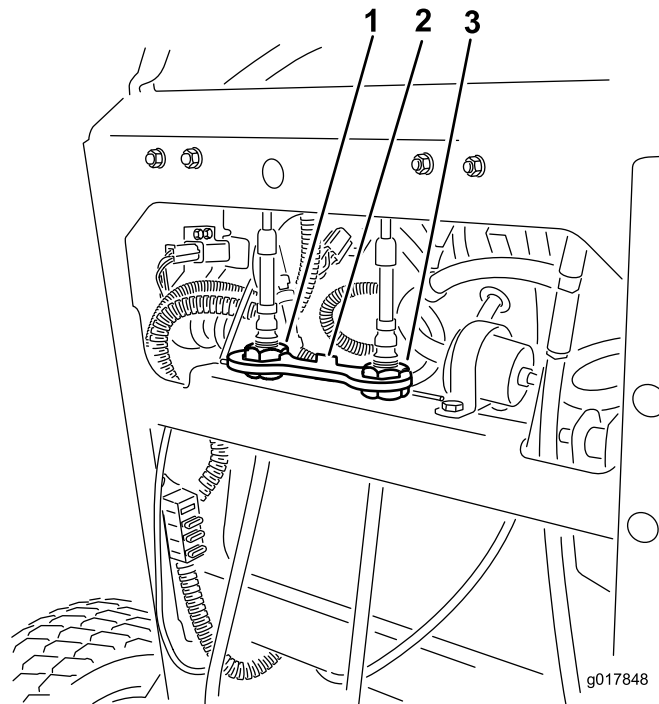

**Рисунок 69**
**Внимание:** Убедитесь, что после регулировки рычагов управления движением прямолинейное движение не нарушено (Рисунок 69).
1. После завершения горизонтального выравнивания проверьте выравнивание в продольном направлении, слегка переместив рычаги управления движением вперед, чтобы устранить любые люфты в тягах рычагов управления (Рисунок 69).